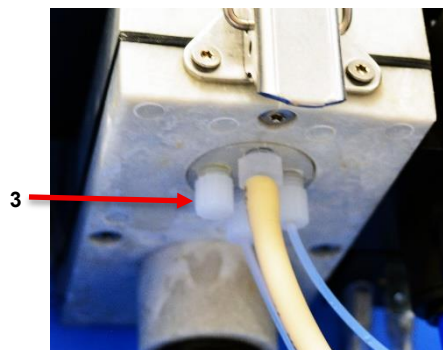

Figura 2
7. Retire uma tampa da entrada da mangueira livre (3) da câmara de medição (figura 2).